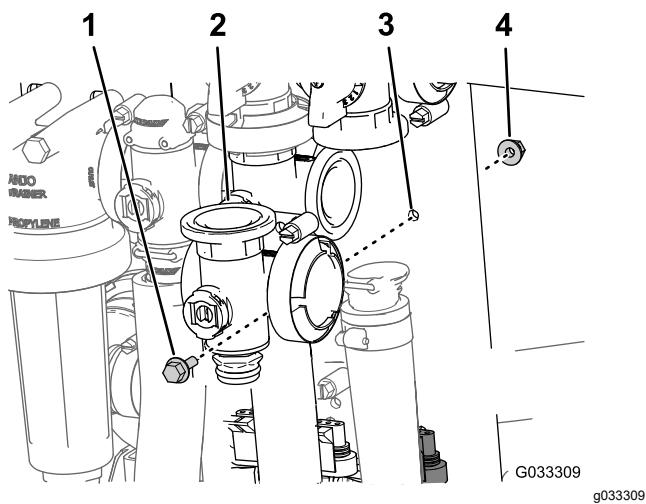

Рисунок 73
3. Выверните болт с фланцевой головкой и фланцевую контргайку, которые крепят главный клапан секций к опоре крепления, и снимите коллектор клапана с машины (Рисунок 73).